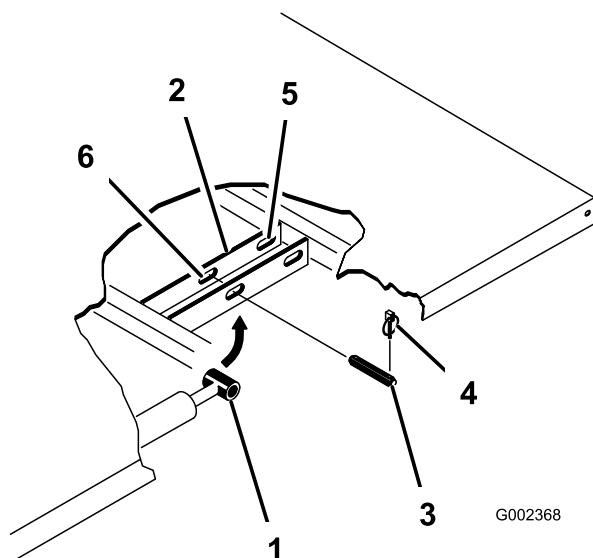

Figura 3
4. Retire los pasadores de seguridad de los extremos exteriores de los pasadores de los vástagos de los cilindros (Figura 3).
5. Retire los pasadores que sujetan las rótulas de los vástagos a las placas de montaje de la plataforma, empujando los pasadores hacia el centro de la máquina (Figura 3).